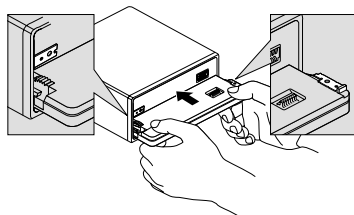

Fig. 13
2. Remettez la face avant en place sur l'appareil. (Fig. 13)